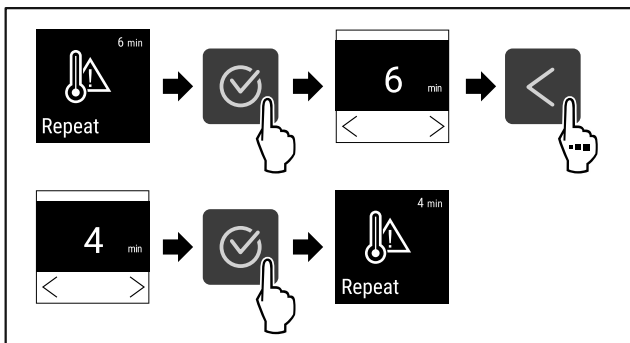

Fig. 129
- ▶ Εκτελέστε τα βήματα ενεργειών (βλέπε Fig. 129).